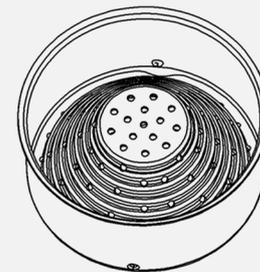

Рисунок 4
Примечание : Чаша (18) и Фильтр (12) обратите внимание при работе с соковыжималкой в этой части оборудования включена особая разработка, которая блокирует в процессе выжимания фрукта разьединение этих двух частей. Демонтируя или монтируя Фильтр (12) в Чаш (18) обязательно убедитесь, что деталь установлена правильно. (Рисунок 4).